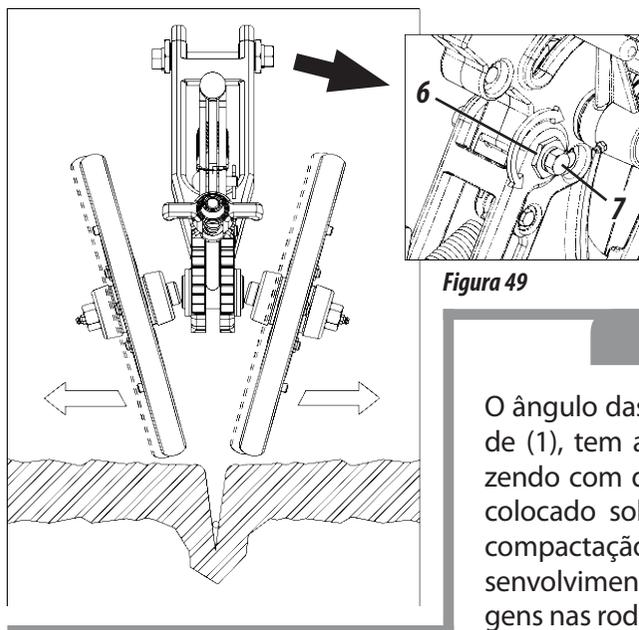

Figura 49
- 1- Solte os parafusos (7), gire as referidas buchas (6), com uma chave para atuação das rodas e alinhamento das mesmas com sulco posicionando maior ou menor quantidade de solo lateralmente a semente, **conforme mostra a figura 49.**